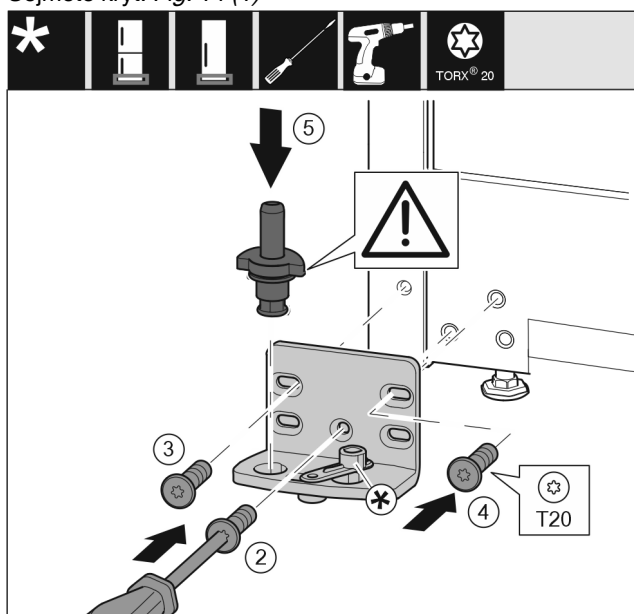

Fig. 15
- ▶ Nasadte stojan ložiska na druhé straně a přišroubujte pomocí šroubováku T20. Začněte šroubem 2 dole uprostřed. Fig. 15 (2)
- ▶ Pevně utáhněte šroub 3 a 4. Fig. 15 (3,4)
- ▶ Zcela vložte ložiskový čep. Přitom dávejte pozor, aby zajišťovací vačka směřovala dozadu. Fig. 15 (5)